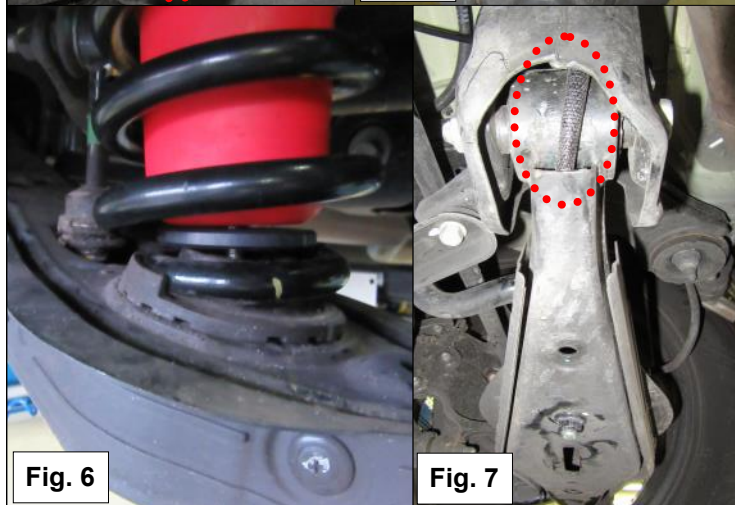

Fig. 5
8. Schneiden Sie ein Kreuz in der oberen Seite des unteren Federgummi. *Siehe Abb. 5.*